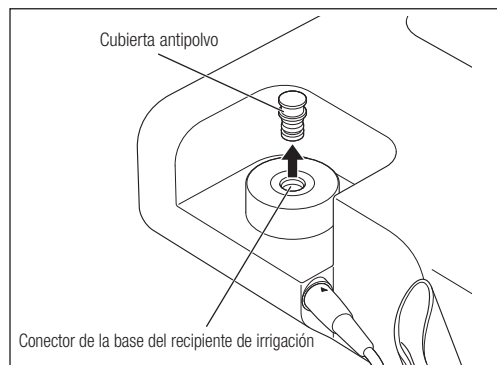

Fig. 12
- 1) Retire la cubierta antipolvo del conector de la base del recipiente de irrigación (Fig. 12).